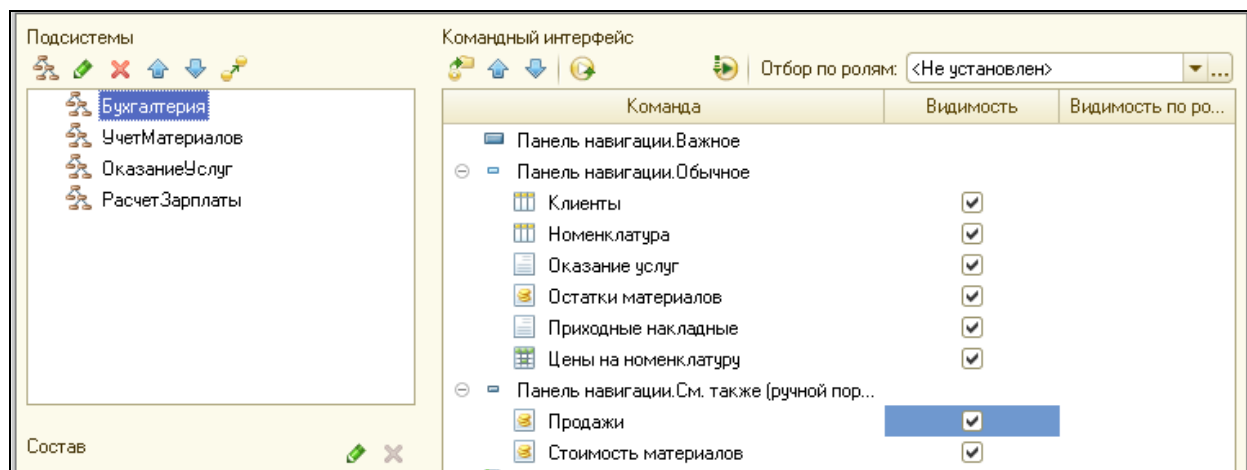

Рисунок 3.40 Настройка команды Продажи
5. В списке Командного интерфейса отражаются все команды подсистемы. В группе **Панель навигации.Обычное** включить видимость у команды **Продажи** и мышью перетащить ее в группу **Панель навигации .см.также** (рис. 3.40).